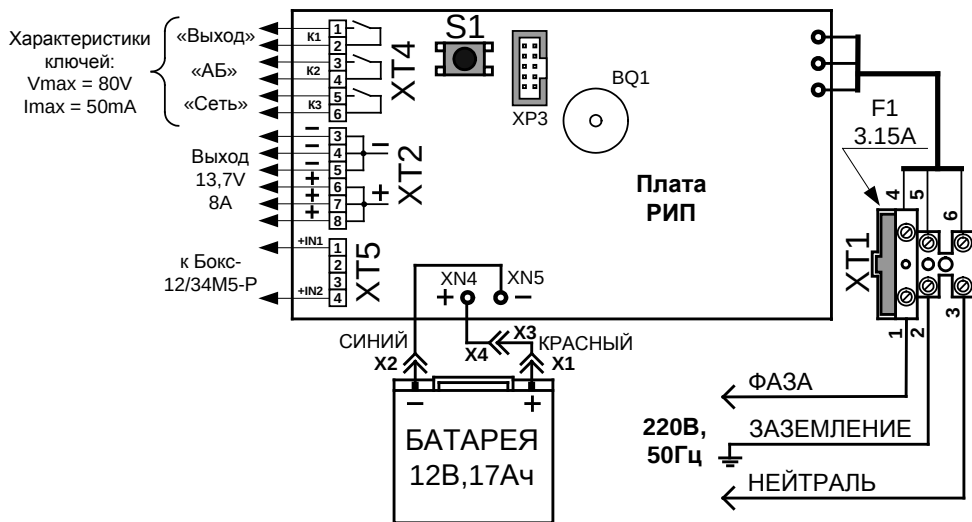

Рис. 2
ВНИМАНИЕ! При подключении внешнего питающего напряжения 220 В к сетевой колодке ХТ1 необходимо соблюдать правильность подключения проводов «фаза» и «нейтраль». Подключение производить в соответствии с Рис. 2. Схема подключения также расположена на внутренней стороне корпуса РИП.
3.2.4 Согласно схеме соединений (рис. 2):
б) изъять из колодки вставку F1 (3,15 А), подключить сетевые провода к входной колодке (**фаза (L) должна быть подключена к ХТ1:1, см. рис. 2**);
4.2.3 РИП обеспечивает программирование следующих режимов индикации и сигнализации нажатием на кнопку S1 (при открытой крышке РИП), находящуюся на плате см. рис.2.